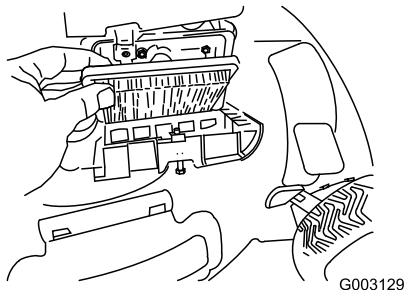

Bild 41
- Setzen Sie die Abdeckung auf (Bild 41).